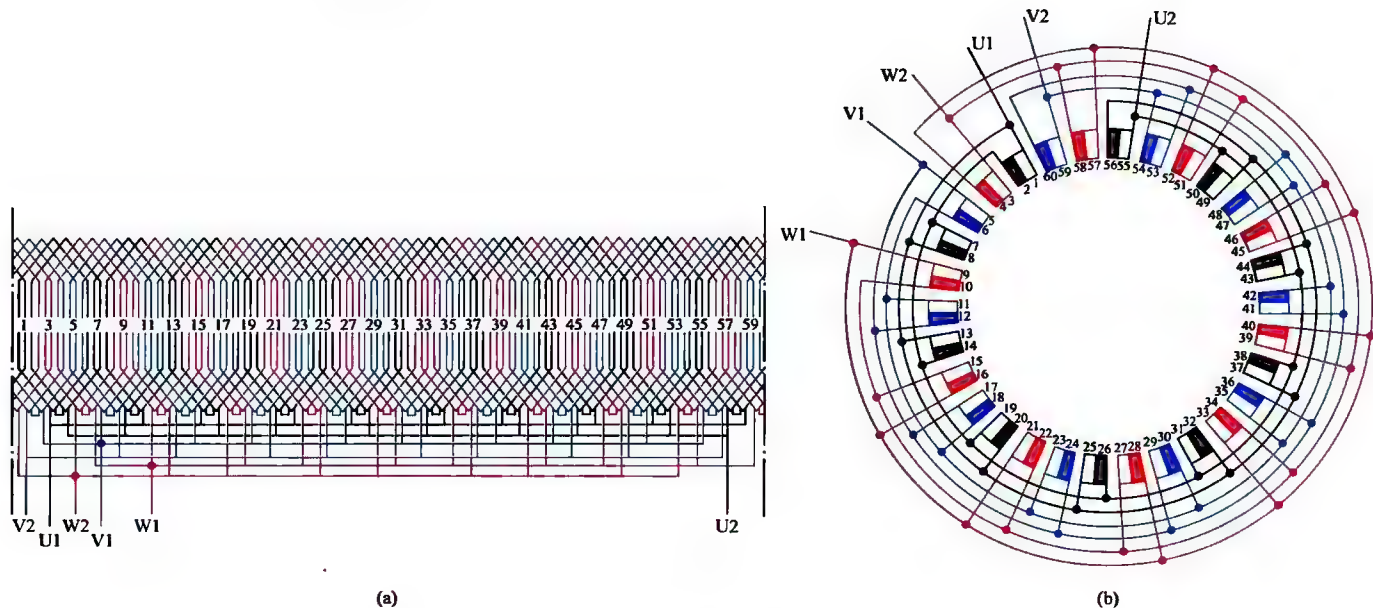

图 1-99 三相 10 极 60 槽双层叠绕组 10 路接法
99. 三相 10 极 60 槽双层叠绕组 10 路接法展开图与接线圆图 (见图 1-99)